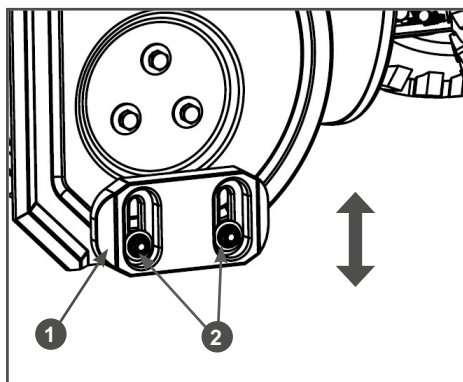

Рис. 13
2. Открутите гайки 2 крепления ползков на 1-2 оборота и установите башмак на необходимую высоту (Рис. 13). Снова затяните гайки.